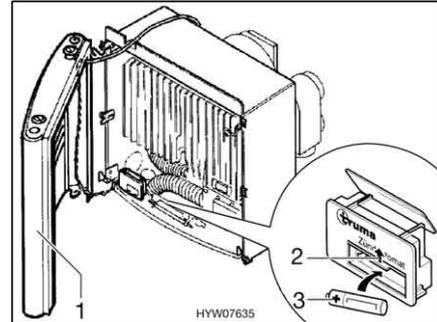

Fig. 125 Riscaldamento acceso
- Posare da un lato la copertura (Fig. 125,1) di modo da non dover estrarre il cavo di allacciamento per la ventola dell'aria calda e per la lampadina di controllo accensione.
- Spingere la copertura del vano batteria sul dispositivo di accensione (Fig. 125,2) verso l'alto.
- Inserire una nuova batteria (Fig. 125,3) dello stesso tipo nel vano batteria del dispositivo di accensione rispettando la polarità (+/-). Utilizzare soltanto batterie Mignon resistenti alle alte temperature (+70 °C) e sicure da perdite.